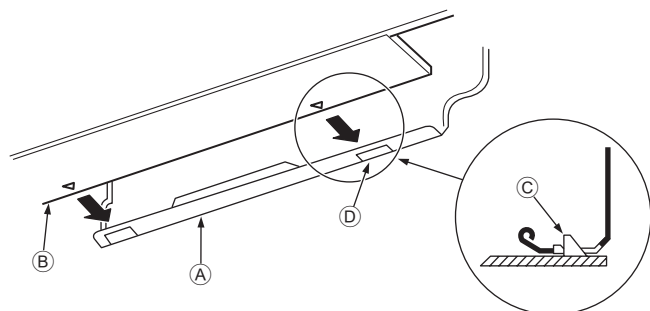

Fig. 3-10
- Fije la unidad en la placa de montaje Ⓢ empujando la parte inferior de la unidad. (Fig. 3-10)